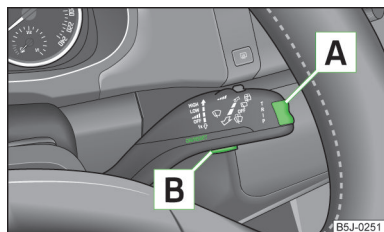

Fig. 24
- El menú principal (**MENÚ PRINCIPAL**) se activará pulsando la tecla basculante **A** » fig. 24 durante un tiempo prolongado.
- Si en la pantalla se muestran los mensajes de advertencia, estos mensajes se deben activar pulsando brevemente la tecla **B** » fig. 24 para activar el menú principal.
- Si en la pantalla MAXI DOT se muestran los mensajes de advertencia, estos mensajes se deben confirmar con la tecla » fig. 24 de la página 36 para activar el menú principal.